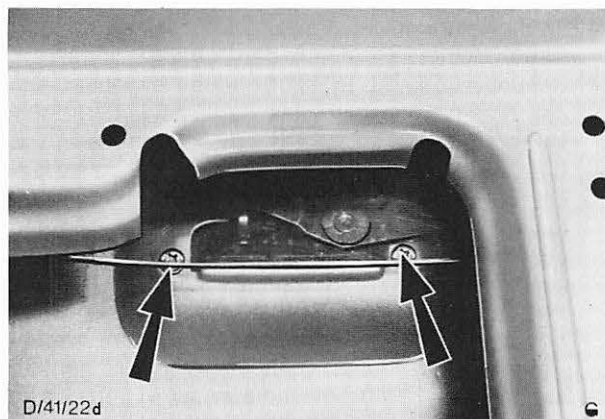

Abb. 27 Halteschrauben – Türaußengriff
4. Türaußengriff anbauen. Abb. 27.